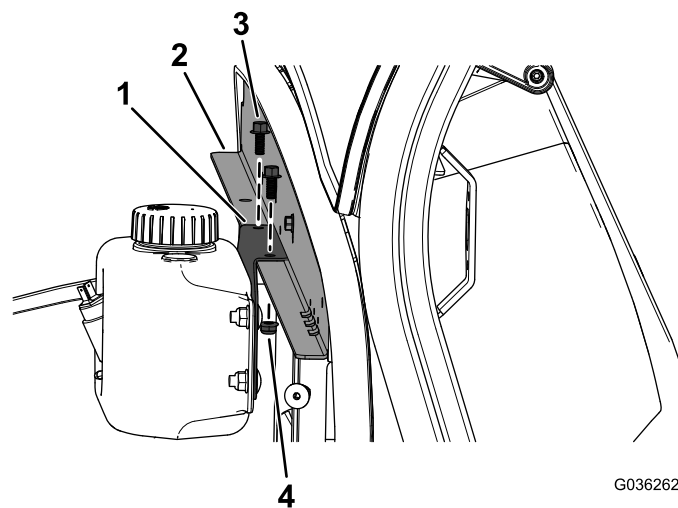

Figura 3
3. Instale o suporte de montagem da garrafa de lavagem no reforço do painel com os 2 parafusos de cabeça flangeada (1/4 x 5/8 pol.) e 2 porcas de bloqueio (1/4 pol.), como mostrado na Figura 3.